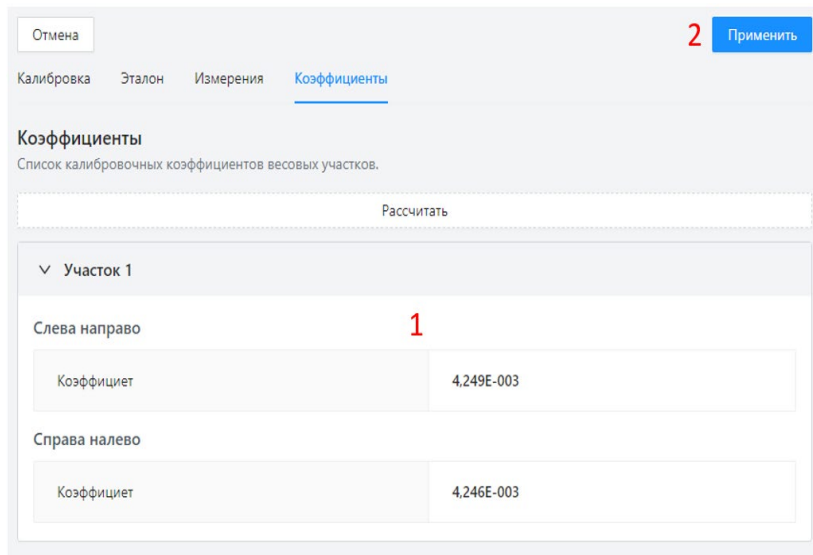

Рисунок 39 – Калибровка. Вкладка «Коэффициенты»
20. На панели коэффициентов отображаются рассчитанные коэффициенты для каждого весового участка (Рисунок 39, цифра 1). Для того, чтобы применить рассчитанные калибровочные коэффициенты нажмите кнопку «Применить» (Рисунок 39, цифра 2).